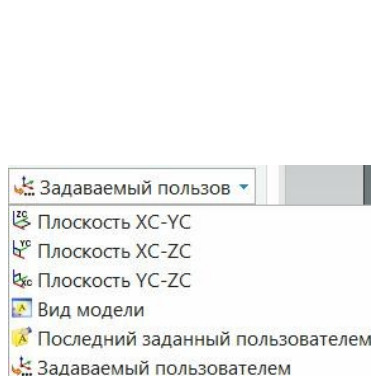

Рис.151
- Самое первое, что вы должны заполнить в этом диалоговом окне – это определение **плоскости аннотации**. Для этого, в поле «Ориентация», в окошке «Плоскость» нужно выбрать, например, опцию «**Задаваемый пользователем**». А полный список этих опций показан на рис.151.